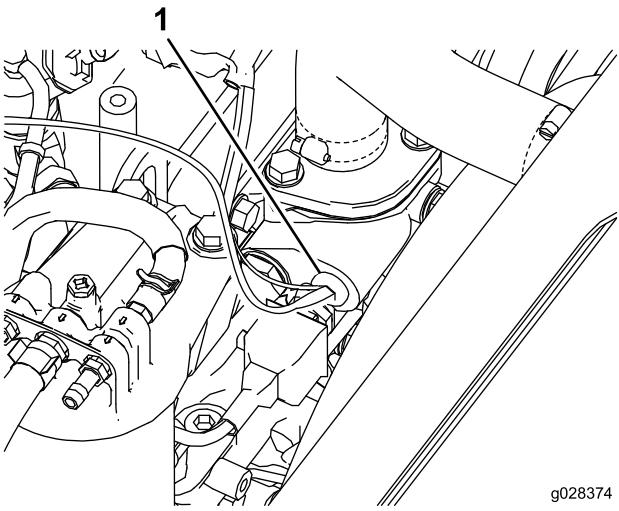

Figure 20
2. Débranchez les fils et déposez le thermocontact du côté gauche du boîtier de thermostat du moteur (Figure 20).